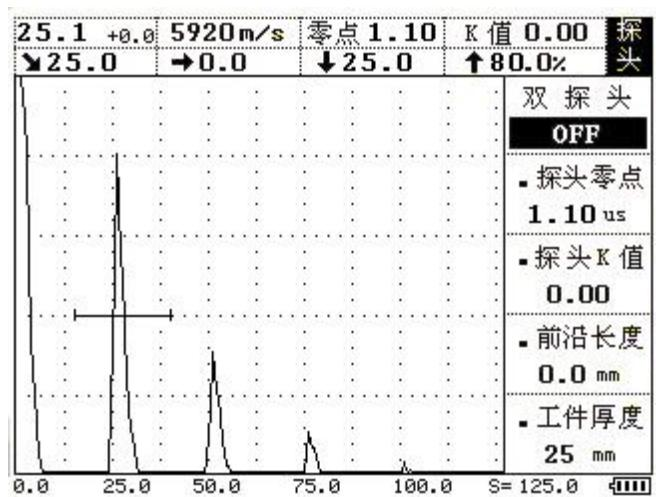

图 4-3
4、设置 a 阀门锁定第一个回波。按  键让其最高回波到屏幕的 80%。在屏幕的上面显示声程值，如垂直声程不等于 25mm，按  菜单，再按  (上) 或  (下) 键调整到探头零点子菜单。再用  (右) 键调整，直到使垂直声程等于 25mm。此时的探头零点即为校准后的零点。如图 4-3 所示。